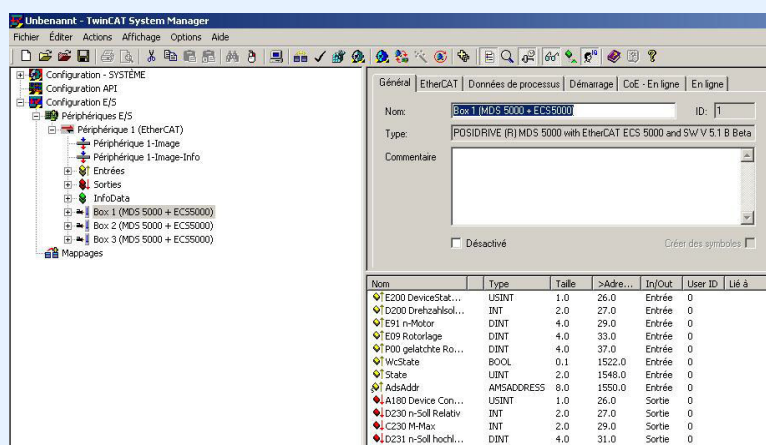

Fig. 11-4 Écran du convertisseur dans le gestionnaire du système TwinCAT
14. Cliquez sur le convertisseur trouvé dans EtherCAT *Box x (POSIDRIVE(R) xDS 5000)*.
- ⇒ La boîte de dialogue s'affiche (voir Fig. 11-4.).